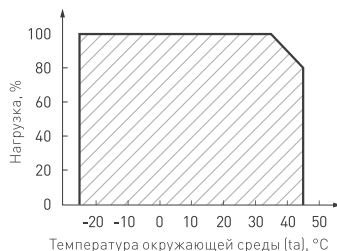

Рис. 2. Максимальная допустимая нагрузка, % от мощности источника
- 4.4. Не нагружайте источник питания более чем на 80% от его максимальной мощности. Учитывайте, что с повышением температуры окружающей среды максимальная мощность источника питания снижается, см. график зависимости на рис. 2.